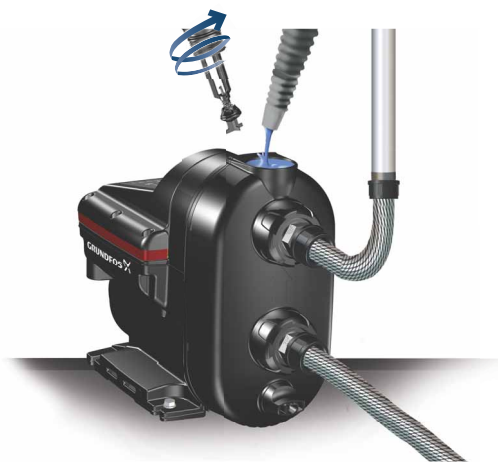

图 9 水泵灌水
1. 拧下加注塞并向泵壳内倒入最少1.7升 (0.45加仑) 的水。见图 9。